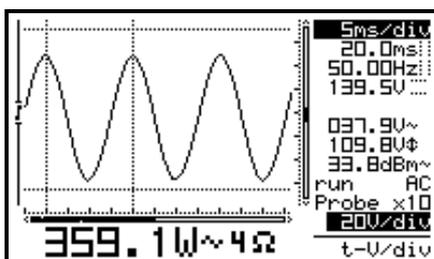

Fig 9
**Kurzer Druck:** Die Pfeiltasten links und rechts stellen den gewünschten Anzeigemodus von fünf verschiedenen Layouts ein. (**Abb. 9 bis 13**). Verwenden Sie die UP/DOWN-Tasten um die Markierungen oder Raster auf dem Schirm sichtbar oder unsichtbar zu machen.